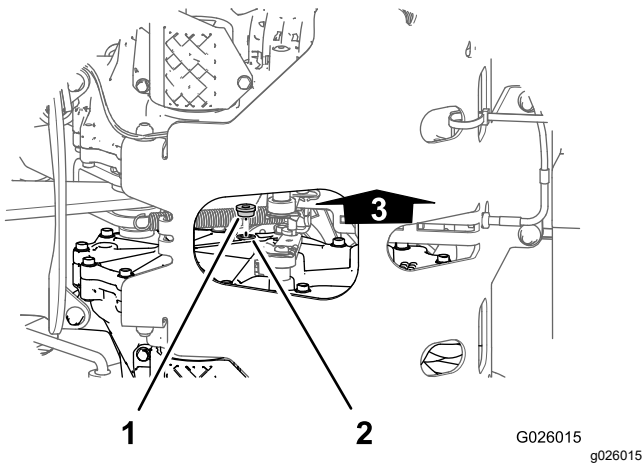
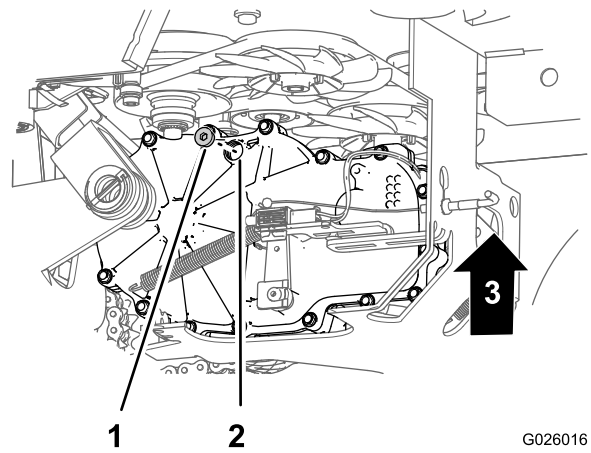

Figure 69
Figure 70
2. Placez un bac de vidange sous les bouchons de contrôle des transmissions (Figure 69 et Figure 70).
3. Sur le côté intérieur de la transmission, près du sommet, enlevez le bouchon de contrôle de l'une des transmissions (Figure 69 et Figure 70).